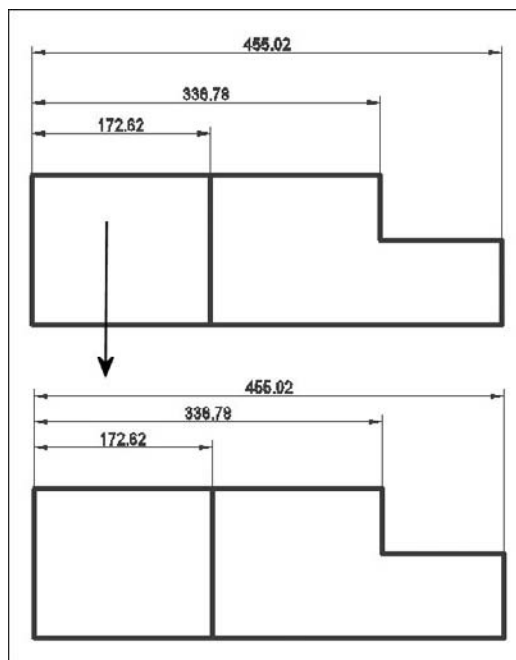

Fig.9.29
- 5 Entrer a (Auto) et appuyer sur Entrée (fig.9.29).